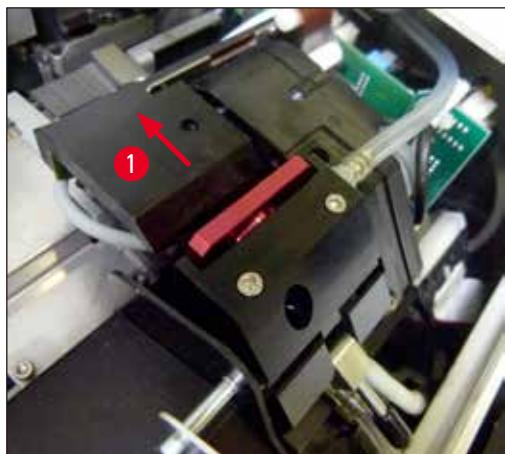

図 51
2. 印字ヘッド(→「図 51-1」)が上方に、シールリップから約 1 cm 離れた位置まで移動します(→「図 51」)。